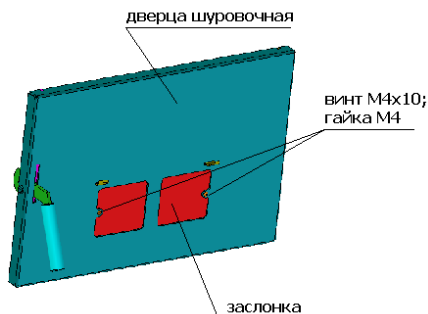

Рис.31 Крепление заслонки (крышка не показана)
8.2.3 На шуровочной дверце 1 (рис.2) снять кронштейн 4 (рис.9). Из комплекта горелки КОРІ 4/25 или КОРІ 12/50 (табл.2) на шуровочную дверцу с внутренней стороны (рис.31) крепить заслонку (изоляцией на дверцу).